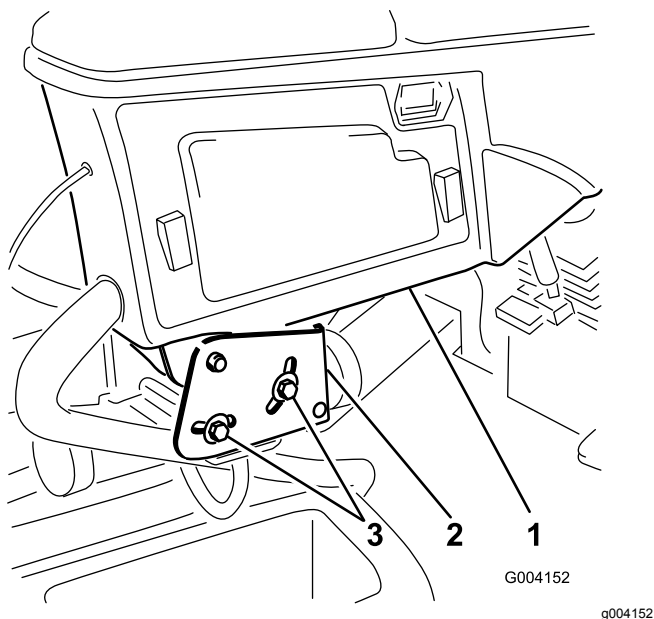

Figura 2
1. Allentate i due bulloni che fissano il braccio di comando alla staffa di bloccaggio (Figura 2).